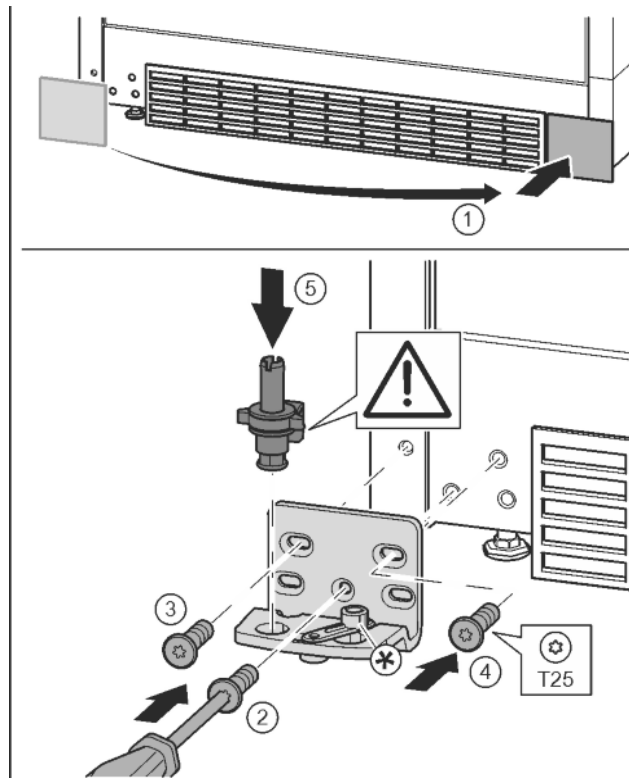

Fig. 17
- ▶ Skinite pokrov i postavite ga na drugoj strani. *Fig. 17 (1)*
- ▶ Postavite podložak ležaja na drugoj strani i zavijte pomoću odvijača T25. Započnite s vijkom 2 dolje u sredini. *Fig. 17 (2)*
- ▶ Pritegnite vijak 3 i 4. *Fig. 17 (3, 4)*
- ▶ Kompletno umetnite podložak ležaja. Pri tome pazite da je ispuščenje za blokiranje okrenuto prema otpraga. *Fig. 17 (5)*